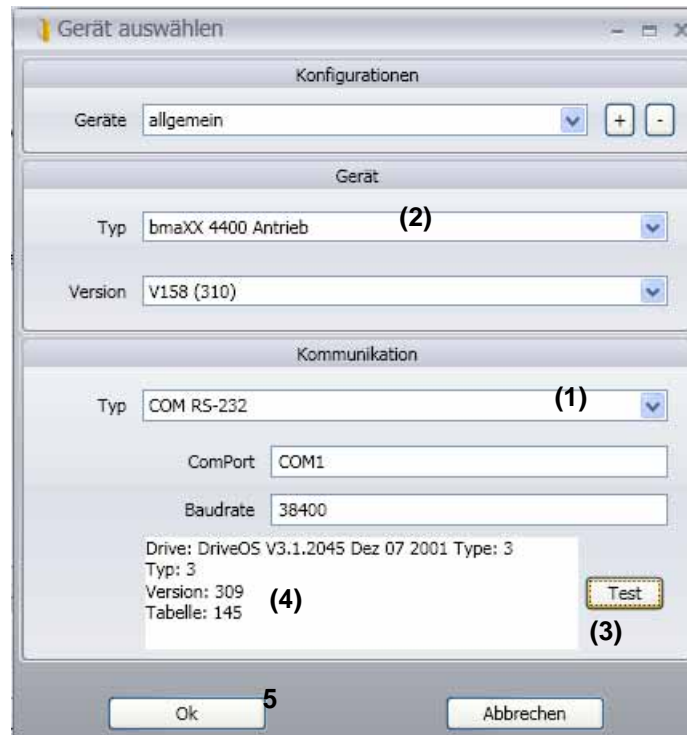
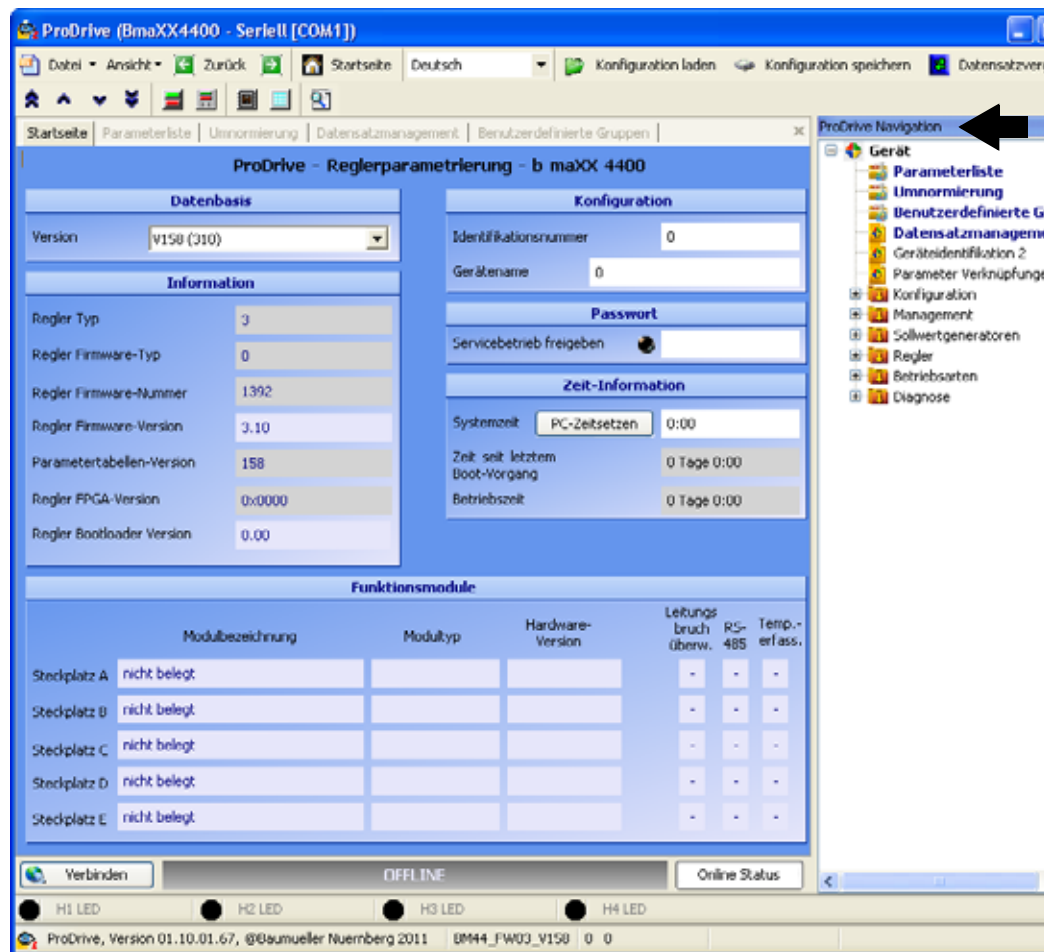

Abbildung 21: ProDrive: Gerät auswählen
Abbildung 22: ProDrive: Startseite
- 12** auf der Startseite wählen sie „Gerät auswählen“. Es öffnet sich das Fenster „Gerät auswählen“ (siehe ► Abbildung 21 ◄ auf Seite 39).
- 13** wählen Sie unter (1) die serielle Schnittstelle aus, über die der PC mit dem b maXX® - Gerät verbunden ist.
- 14** dann wählen Sie unter (2) den Gerätetyp „b maXX 4400 Antrieb“ aus und unter Version den Firmwarestand.
- 15** drücken Sie anschließend „Test“ (3). Wenn die Online-Verbindung mit dem b maXX® - Gerät aufgebaut werden kann, dann wird eine entsprechende Session (4) angezeigt. Die angezeigte Version und die Geräteversion müssen übereinstimmen. Falls die Versionen nicht übereinstimmen bekommen Sie, wenn Sie „Verbinden“ (siehe ► Abbildung 22 ◄ auf Seite 40) klicken, die Fehlermeldung „Versionskonflikt“. Diesen Konflikt können Sie durch das angebotene XML-Datenupdate lösen.